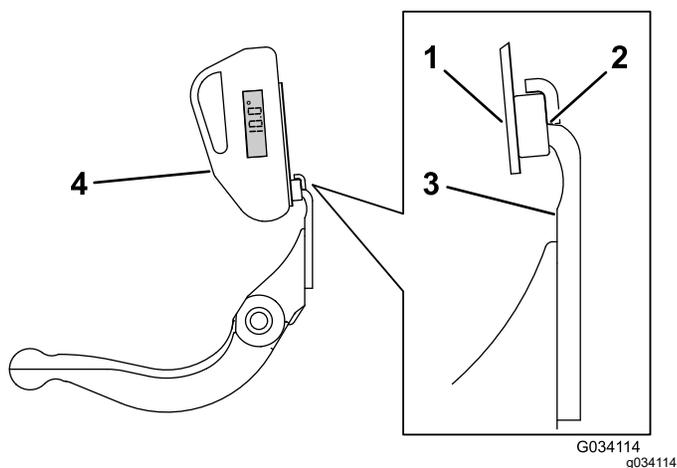

Figura 28
3. Coloque el soporte del indicador de ángulo sobre el filo de la contracuchilla de manera que el borde del imán quede enrasado con el filo de la contracuchilla (Figura 28).
4. Coloque el indicador de ángulo en el soporte, como se muestra en la Figura 28.